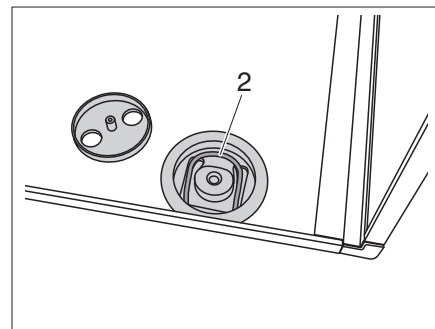

Figura 27 Abatir el gancho hacia arriba
- Abatir el gancho (Figura 27,2) hacia arriba.